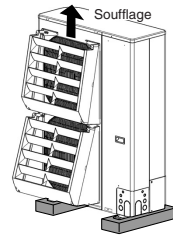

Fig. 2-6
- La sortie d'évacuation d'air est orientée vers un trottoir et que l'air chaud évacué gêne les passants. Se reporter à la Fig. 2-6.